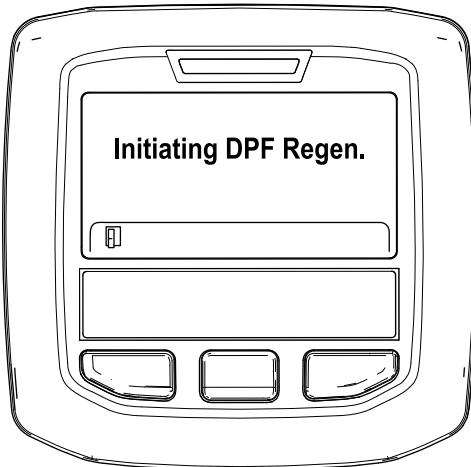

図 42
- A. Initiating DPF Regen DPF 再生開始中というメッセージが表示される図 42。